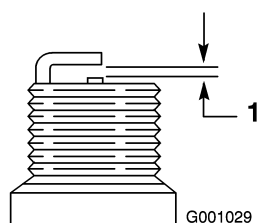

Figure 53
4. Réglez l'écartement des électrodes à 0,76 mm (0,030 pouce) (Figure 53).